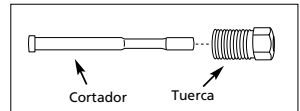

Figura 5
5. Después de retirar el cortador y la tuerca de la herramienta, deslice la tuerca fuera del cortador (figura 5).